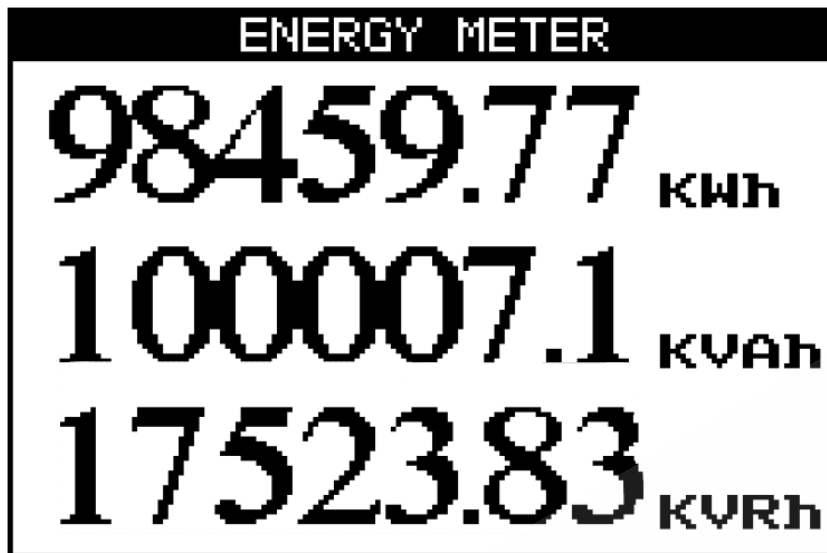

Рис. 28
1. Для вывода на экран только значений коэффициента мощности для трех фаз нажмите «PF» (F4). На дисплее появится экран значений коэффициента мощности (рис. 28):
- Нажмите «Enter», на дисплее появится экран потребляемой энергии **Energy Meter** (рис. 28):